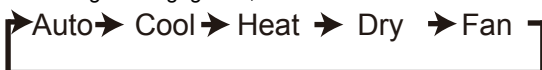

Abbildung 3.5
2) Zum Wechseln der Betriebsart drücken Sie  in der Reihenfolge, wie in Abbildung 3.5 angegeben;